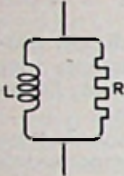

Fig. 19
3. Wisselstroomketen met zuivere zelfinductie en ohmse weerstand parallel (fig. 19)